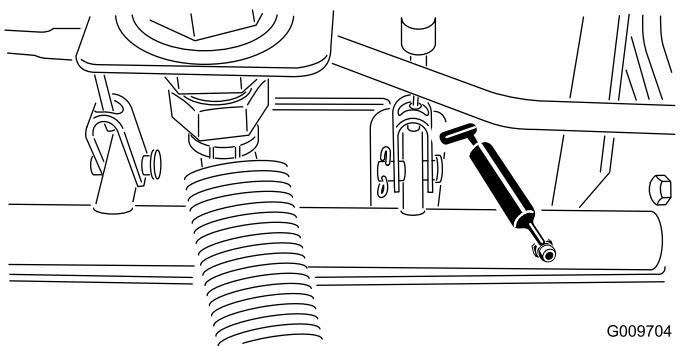

Figura 48
- Cuscinetti orientabili (5) dell'albero del freno (Figura 48)